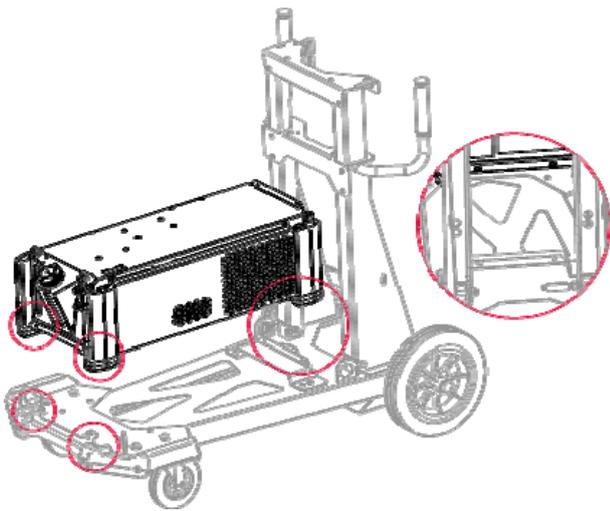

Abbildung 1
- Stellen Sie den Kühler auf einen vierradrigen Wagen (Abbildung 1).